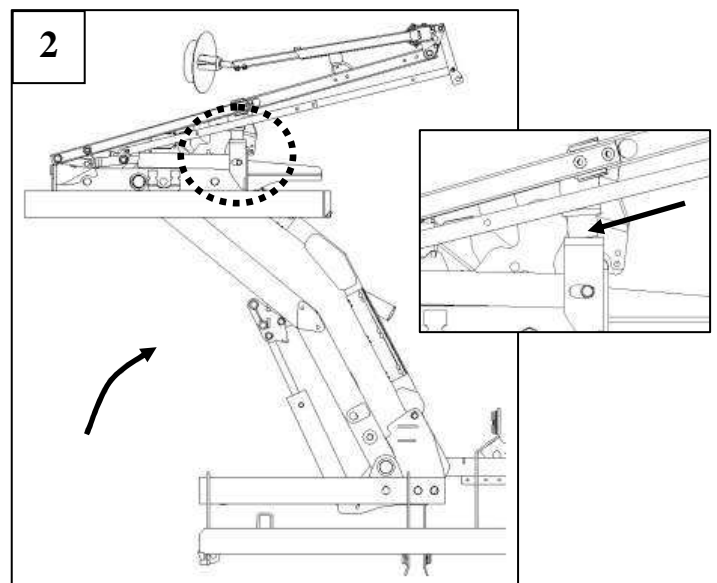

Fig. 4
Si el trazador encuentra un obstáculo en el suelo, el tornillo de cizallamiento se rompe, lo que evita riesgos de daño en el trazador (fig. 4, F).
2. Actionnez le repliage des ailes (fig. 4).